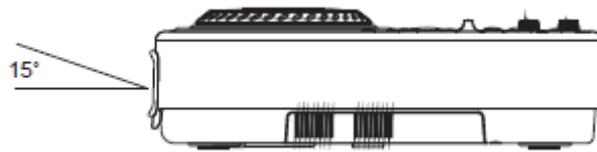

Figure 1
• Le lecteur fonctionnera normalement si l'unité est montée de sorte que le panneau avant forme un angle de 15° avec la verticale. Si l'unité est trop inclinée, il est possible que les disques ne soient pas chargés ou éjectés correctement. (**Figure 1**)